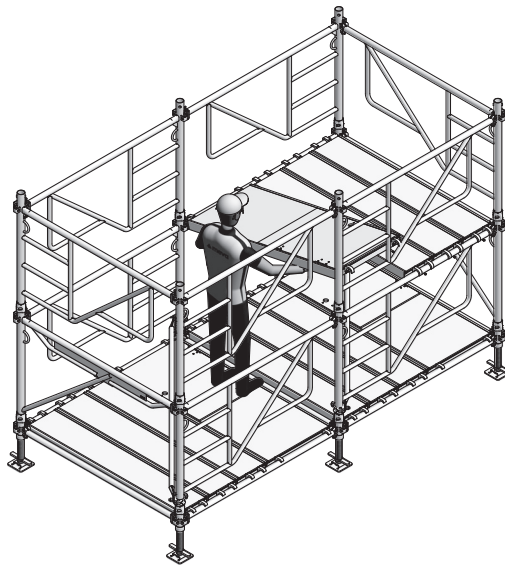

Fig. 17.1
12. Poser les plateaux 170/30 et le plateau 170/68 à trappe du niveau 1. (Fig. 17.1).